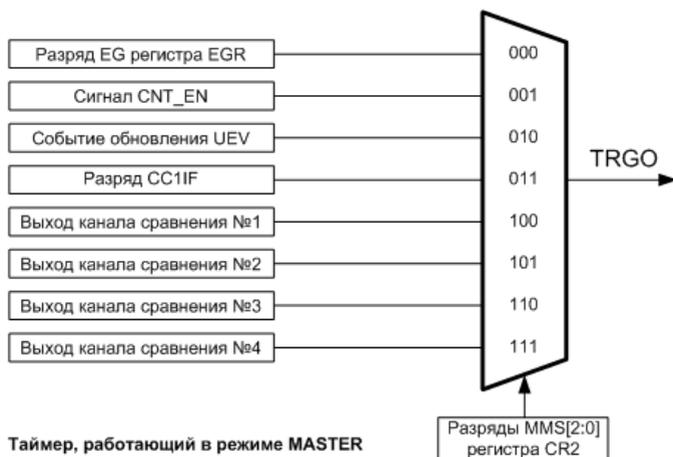

Рис. 1.36 – Источники запросов ведущего СТ
- **MMS = 100÷111** – режим «Compare». Сигнал TRGO формируется, при возникновении сигнала сравнения в соответствующем канале (**OC1Ref**, **OC2Ref**, **OC3Ref**, **OC4Ref**) (рисунок 1.36) [29].